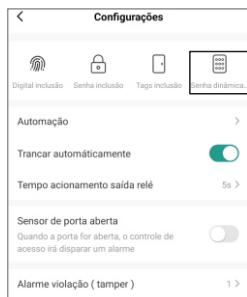

Figura 29
4. Em seguida, selecione a opção "**Senhas temp.**" (figura 29).